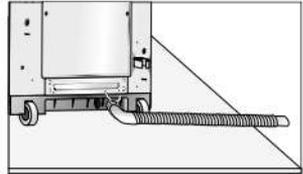

Figura 39
- Seleccione el proceso de centrifugado (1 minuto) y coloque la manguera de desagüe en el drenaje a nivel de piso o bien en un recipiente. Figura 39